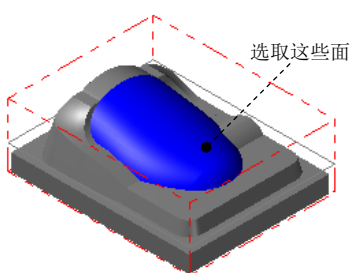

图 17.23 选取干涉曲面
(2) 选取干涉曲面。单击 **检测** 区域中的  按钮，然后选取图 17.23 所示的面（共 3 个），单击“标准选择”工具栏中的  按钮，完成加工区域的设置，系统返回至“刀具路径的曲面选取”对话框。